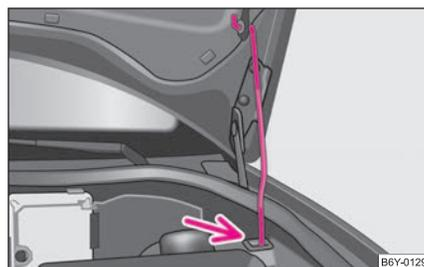

Abb. 140 Sicherung der Motorraumklappe mit der Klappenstütze
- Nehmen Sie die Klappenstütze aus der Halterung und setzen Sie die Klappenstütze in die dafür vorgesehene Öffnung ⇒ Seite 156, Abb. 140.